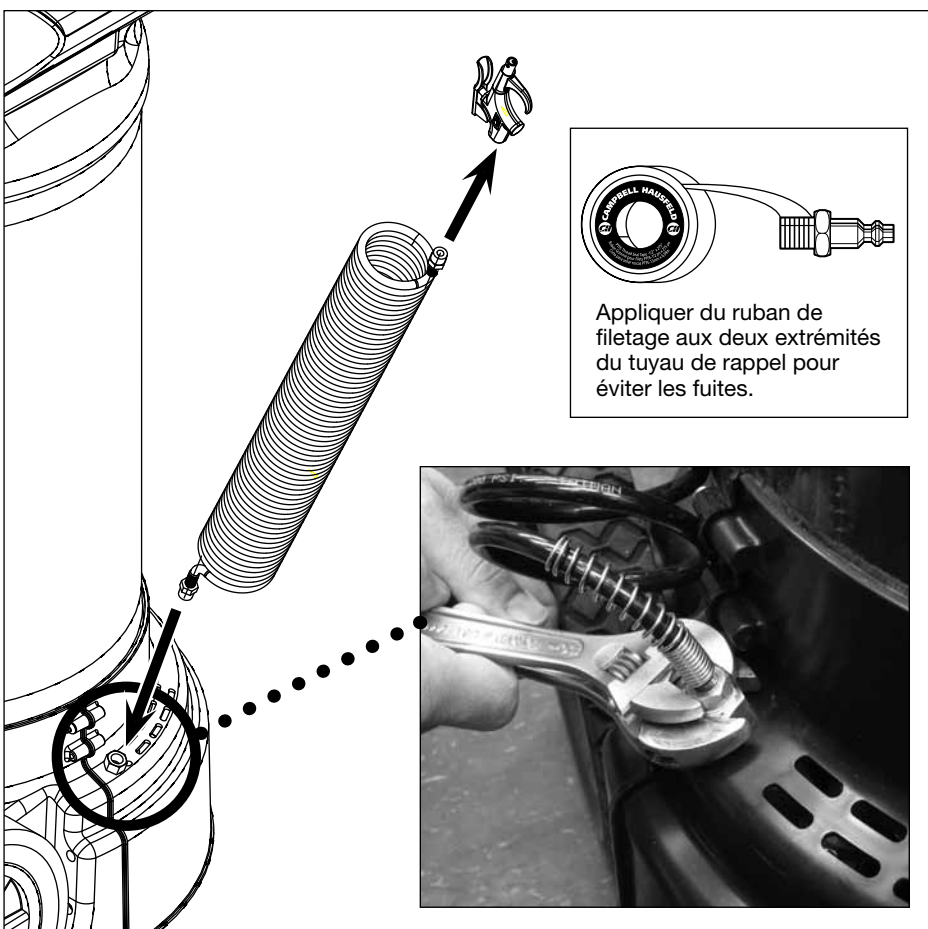

Figure 10 - Assemblage du tuyau de gonflement
2. Enfiler le tuyau de rappel dans le raccord sur l'épaulement. Utiliser 2 clés ajustables pour resserrer la connexion en tenant la clé inférieure sans bouger et en resserrant avec la clé supérieure (voir la figure 10).
1. Connecter le tuyau de rappel au port ouvert qui se trouve au bas du compresseur (voir les figures 10 et 15). **Le tuyau de rappel et la soufflette doivent rester installés pour que l'appareil fonctionne correctement.**